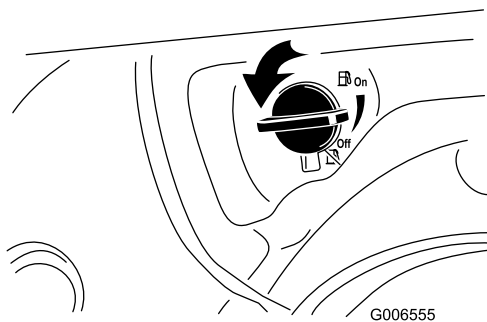

Figura25
2. Rotiți ventilul de închidere a combustibilului cu o pătrime ($1/4$) în sens invers acelor de ceasornic pentru a-l deschide (Figura25).